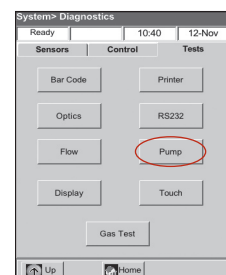

Ilustración 4: Sistema > Diagnósticos > Pruebas > Bomba
2. Pulse **Bomba** (ilustración 4) para probar el motor de la bomba. La bomba debería funcionar suave, sin exceso de ruido. Esta prueba de diagnóstico pasa automáticamente por todas las velocidades que se emplean durante el funcionamiento normal (50-800 rpm) y luego vuelve a la pestaña de Diagnósticos > Pruebas.